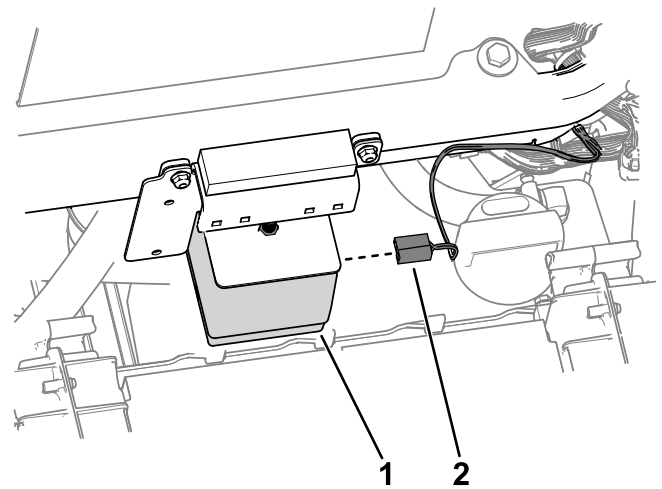

Figura 29
5. Enrute el conector del arnés de cables marcado HORN (P13) hasta el claxon. Conecte el arnés al claxon (Figura 29).